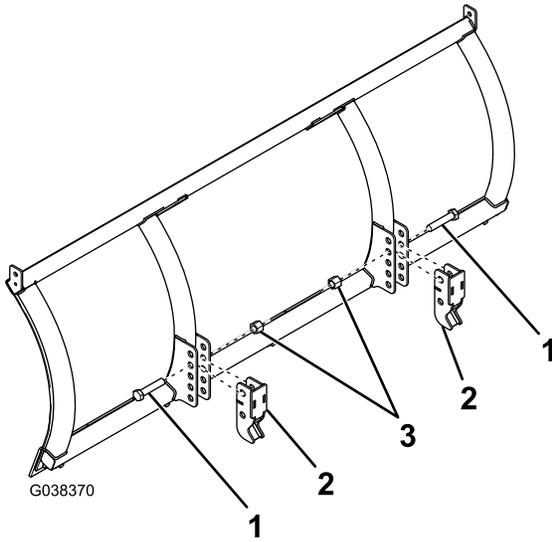

Bild 1
1. Mitteln Sie die beiden Befestigungshalterungen der beiden Schilde aneinander aus und verbinden Sie diese locker mit zwei Sechskantschrauben und zwei Sicherungsmuttern, wie in Bild 1 dargestellt.